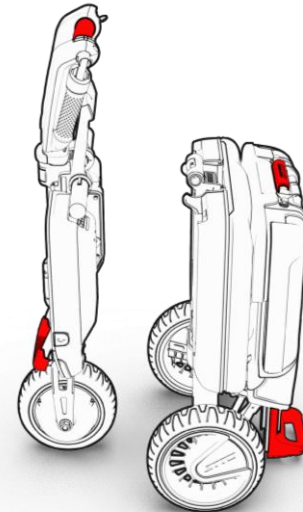

Figure 53 Lifting points
2. Fassen Sie die Fahrgestelle nacheinander an den dafür vorgesehenen Griffen und tragen Sie sie an ihren Bestimmungsort. (Siehe Abbildung 53).